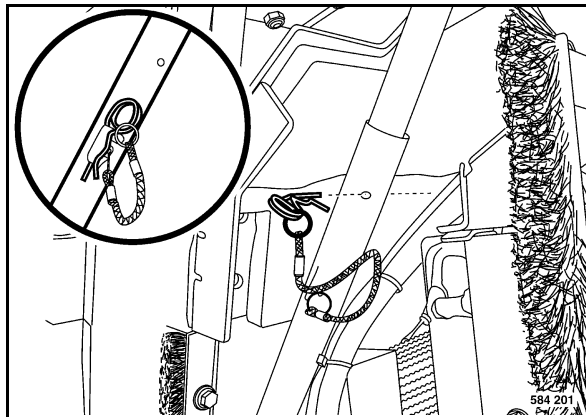

Fig. 77
- Sacar el pasador elástico (Fig. 77) de la fijación.